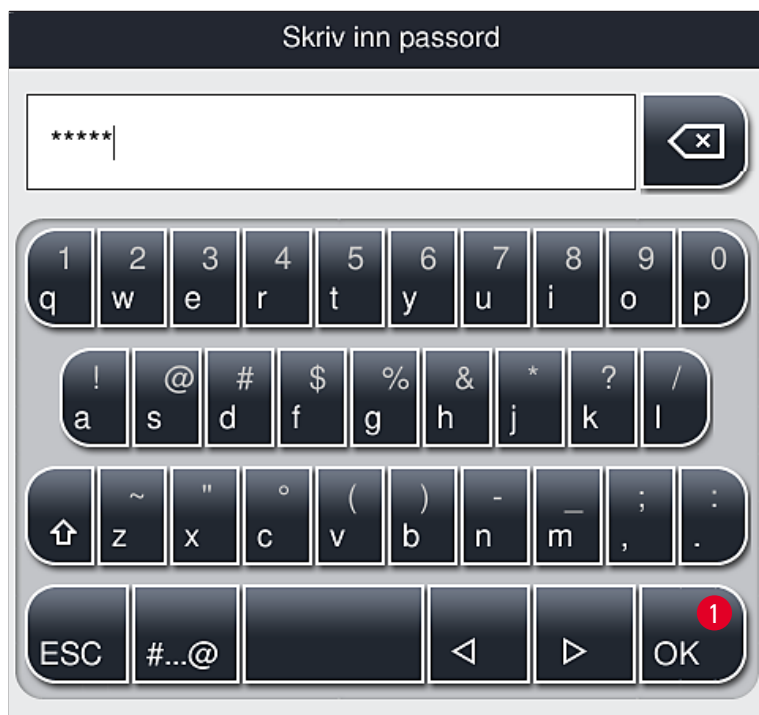

Fig. 28
2. Et tastatur (→ Fig. 28) til å skrive inn passordet med vises på skjermen.